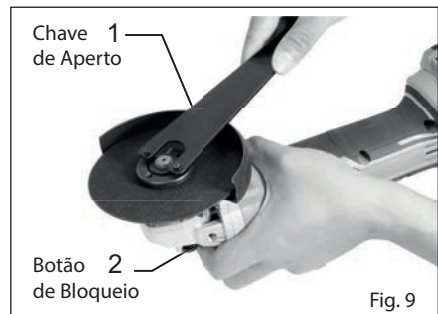

Fig. 9
**2.** Coloque a flange inferior (3) sobre o eixo e de seguida coloque o disco (2). Para finalizar, coloque a contra-porca (1). Ao instalar discos diamantados a contra-porca deve ser colocada ao contrário para que os parafusos planos sejam colocados no ponto central do disco (2).
**3.** Para finalizar a operação de instalação, pressione o botão de bloqueio do eixo e aperte a contra-porca (1) usando a chave de dois pinos fornecida com a ferramenta. Ver fig. 9.
### Instalar um Disco Abrasivo (Fig. 9 e 10)
**2.** Coloque a borracha (3) sobre o eixo e de seguida coloque o disco (2). Para finalizar, coloque a contra-porca (1).
### Instalar um Disco Diamantado / Abrasivo de Corte (Fig. 9 e 11) (Acessório opcional).
**3.** Para finalizar a operação de instalação, pressione o botão de bloqueio do eixo e aperte a contra-porca (1) usando a chave de dois pinos fornecida com a ferramenta.
**4.** Para remover o disco efetue estes passos de instalação ao contrário. Ver fig. 9.